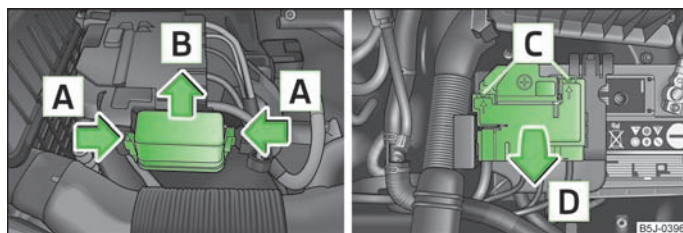

Abb. 141 Fahrzeugbatterie: Abdeckung des Sicherungskastens
- Die Sicherungsbügel der Abdeckung des Sicherungskastens gleichzeitig in Pfeilrichtung **A** » Abb. 141 zusammendrücken und die Abdeckung in Pfeilrichtung **B** herauschieben.